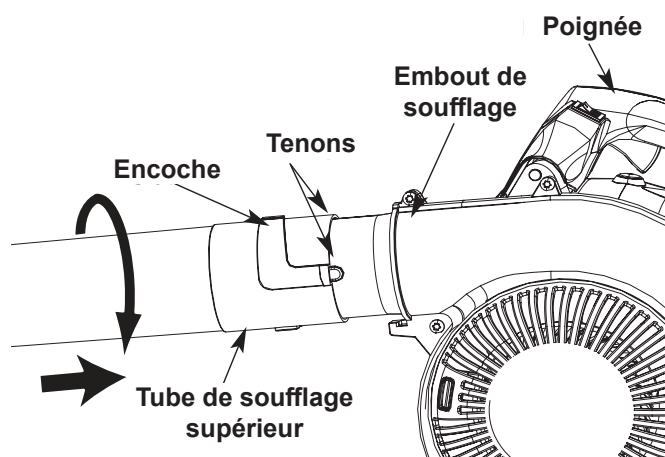

Fig. 1
1. Alignez l'encoche située à l'extrémité du tube supérieur avec les tenons de l'embout de soufflage (fig. 1).
2. Insérez le tube de soufflage supérieur dans l'embout (fig. 1).
3. Tout en tenant la poignée, faites tourner le tube supérieur dans le sens horaire jusqu'à ce qu'il s'enclenche en place (fig. 1).